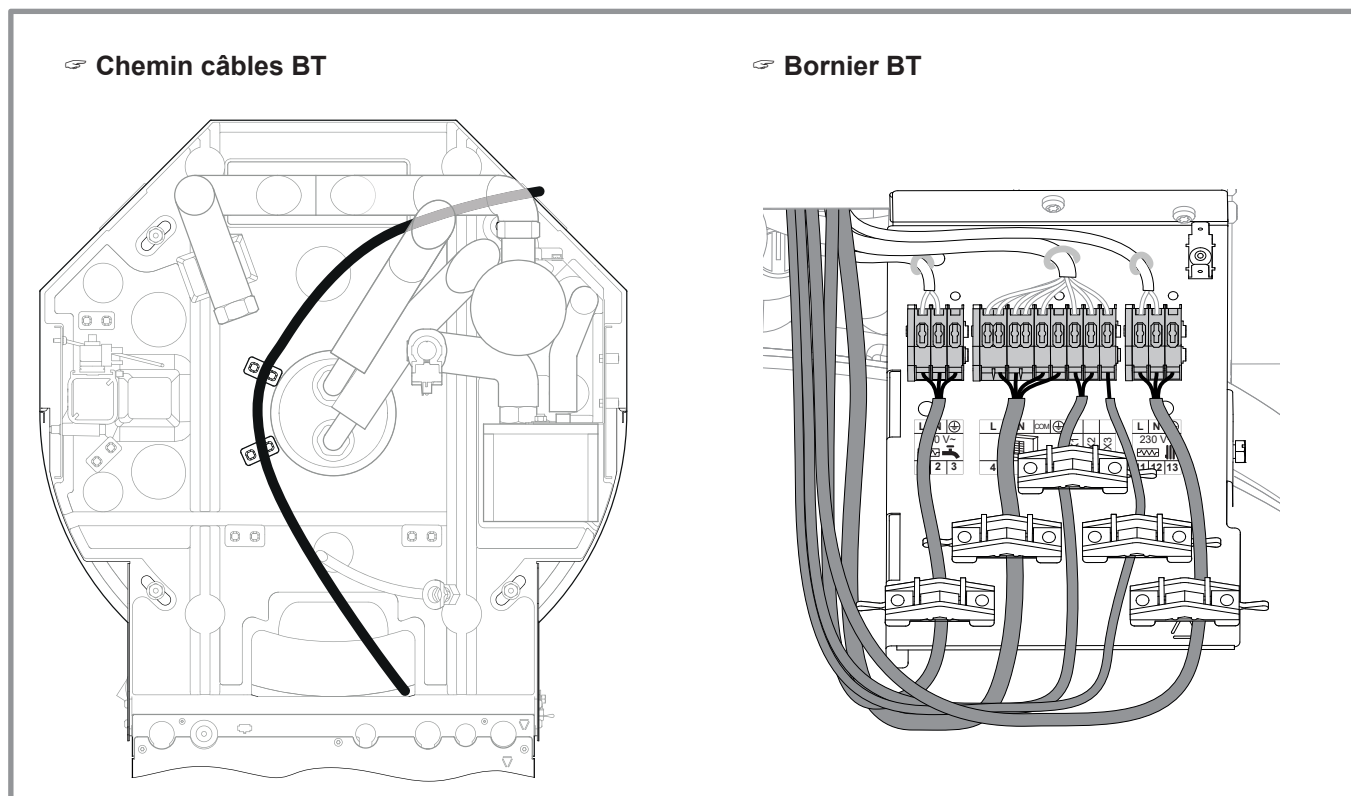

figure 30 - Passage de câbles BT
- Pivoter le coffret électrique (2 vis - *figure 30, page 33*)